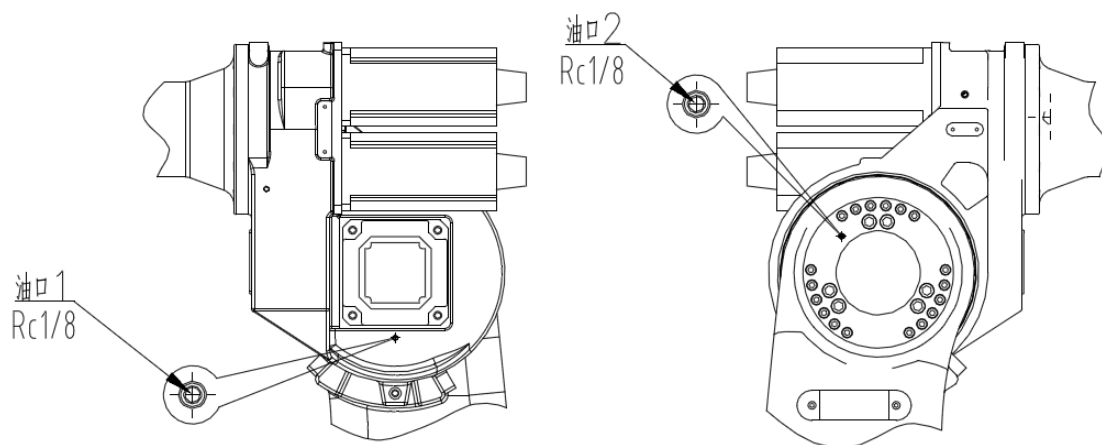

图 17 J3 轴油口位置
(1) 油脂补充步骤（参考图 17）
- ① 运转 J2、J3 轴，使机器人手臂处垂直于地面，小臂水平的姿势，如图 17 所示；
- ② 取下油口 1、油口 2 的油塞；
- ④ 安装油口 2 的油塞前，运动 J3 轴几分钟，使多余的油脂从排油口排出；
- ⑤ 用布擦净排出的油脂，取下油嘴，安装油口 1、油口 2 的油塞。油塞的螺纹处应缠生胶带并用扳手拧紧。
(2) 油脂更换步骤（参考图 17）
- ① 运转 J2、J3 轴，使机器人手臂处于与地面垂直，小臂水平的姿势，如图 17 所示；